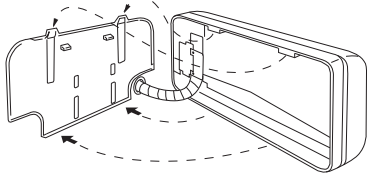

Fig. 3-61
- (2) Empurre a cablagem, tubagem do refrigerante e tubo de drenagem através da abertura na parede. Ajuste a unidade interior de modo que fique montada firmemente no painel traseiro. (Fig. 3-61)